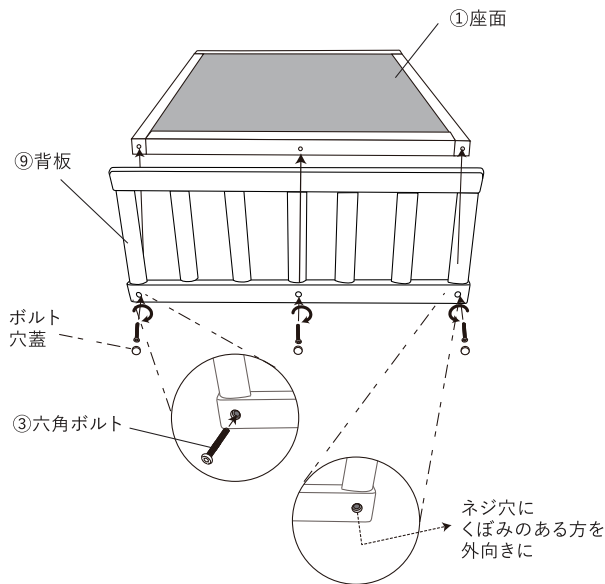

図2
- 本体を背板側へゆっくり倒し②脚(4本)を手で回して取り付けて下さい。(図2)